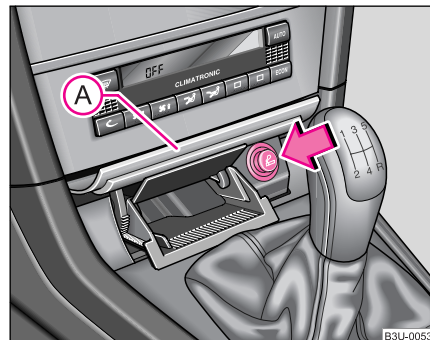

Fig. 84 Consola centrală: Bricheta
- Apăsați pe partea inferioară a capacului scumierei - vezi poziția **A** ♥ fig. 84.